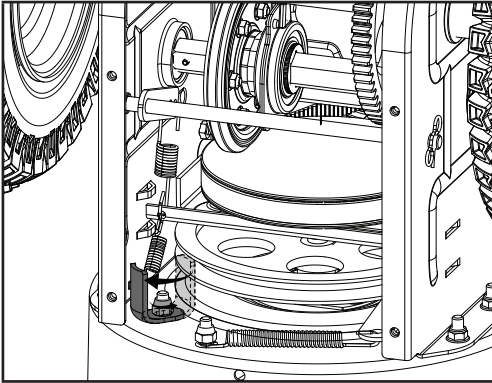

Figure 33A
7. Faites glisser la nouvelle courroie d'entraînement de la tarière dans le compartiment du dessous de la souffleuse, en la plaçant autour de la poulie d'entraînement de la tarière puis en la faisant glisser autour de la poulie avant de la prise de force du moteur. Assurez-vous que la courroie est bien en position entre le protège-courroie inférieur et le dessus de la poulie d'entraînement de la tarière. Il sera peut-être nécessaire de retirer le boulon qui retient le protège-courroie inférieur afin de bien positionner la courroie dans la poulie, de remettre en place le protège-courroie et le boulon après avoir installé la courroie sur la poulie (figure 33A/B).